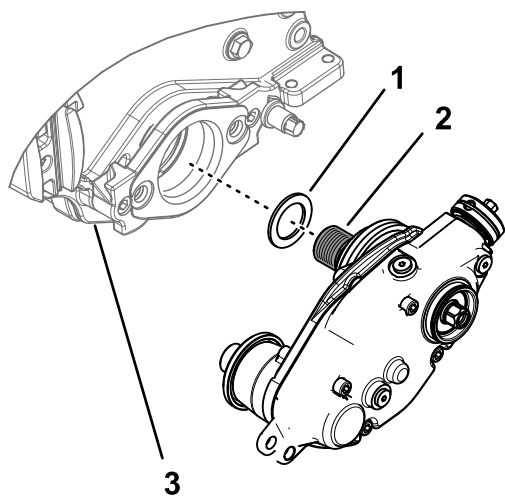

Figura 8
1. En el caso de una caja de transmisión del groomer instalada a la izquierda de una unidad de corte Greensmaster, monte el suplemento sobre las roscas del adaptador del molinete (Figura 8).